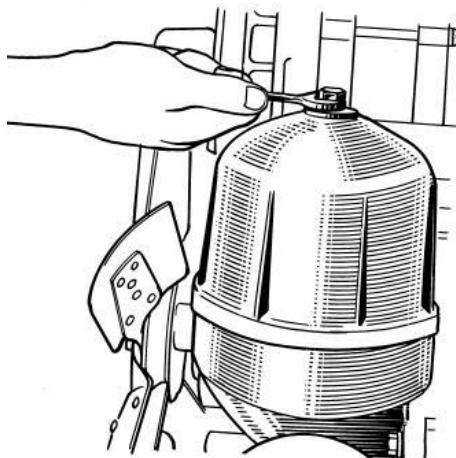

Рис. 14 Отвёртывание гайки колпака
1. Отвернуть гайку колпака фильтра (рис. 14) и снять колпак.